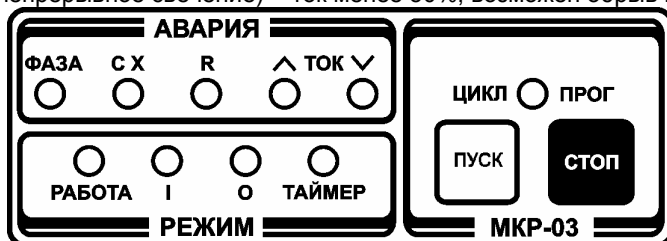

Рис. 2
3.5 В зоне индикации «АВАРИЯ» (рисунок 2) расположены красные индикаторы, отображающие аварийные режимы: